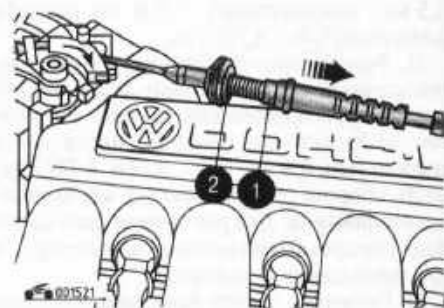
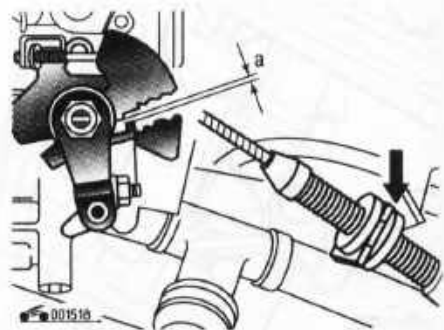

Рис. 4.78. Регулировка троса привода дроссельной заслонки на автомобилях с механической коробкой передач: 1 – корпус троса; 2 – фиксирующая скоба
Рис. 4.79. Регулировка троса привода дроссельной заслонки на двигателях SOHC (с механической коробкой передач)
2. При полностью нажатой педали акселератора (это должен сделать помощник) проверьте положение дроссельной заслонки: она должна быть полностью открыта. В противном случае снимите фиксирующую скобу 2 (рис. 4.78) и переместите корпус 1 троса таким образом, чтобы заслонка полностью открылась. Зафиксируйте скобой корпус в этом положении. При отпущенной педали акселератора зазор *a* (рис. 4.79 и 4.80) не должен превышать 1,0 мм. В противном случае повторите регулировку.